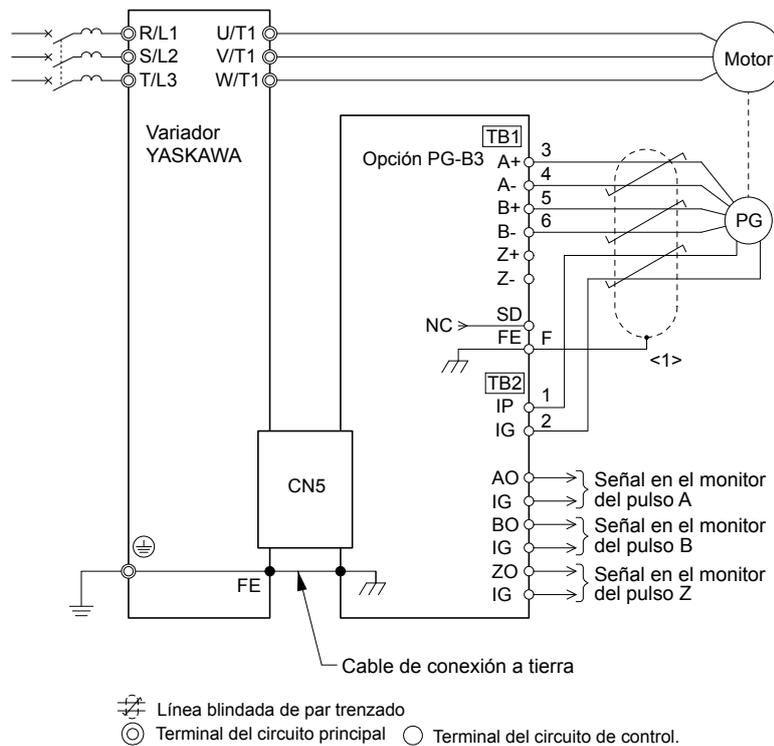
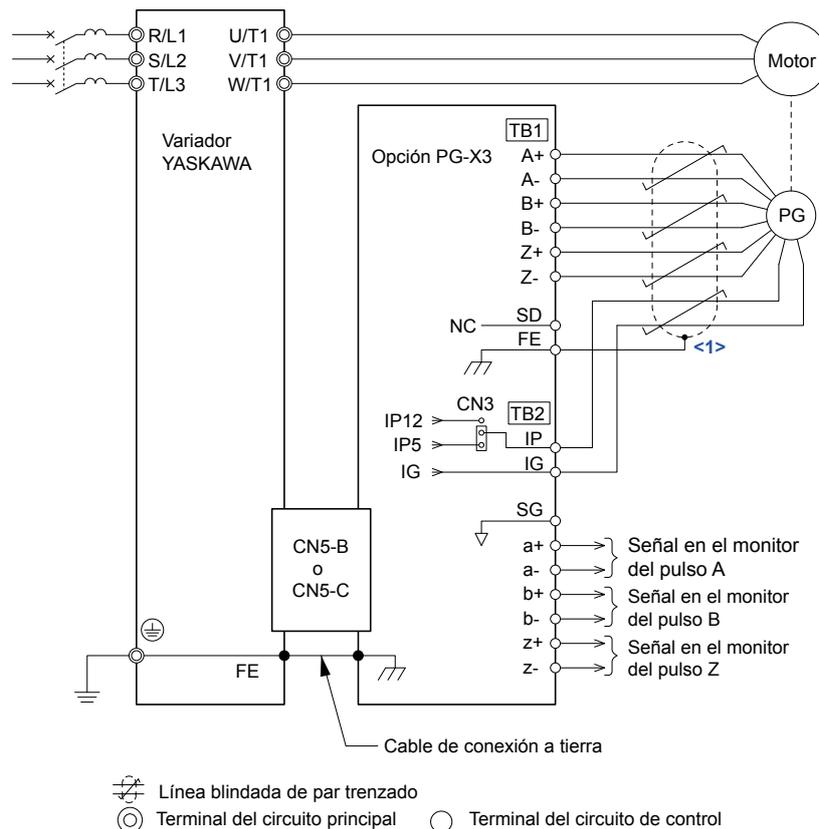

Figura 8.8 Opción PG-B3 y diagrama de conexión del codificador
Figura 8.12 Diagrama de la opción PG-X3 y la conexión del codificador
5. Cablee el encoder PG del motor hasta el bloque de terminales de la opción. Consulte las instrucciones de cableado en la **Figura 8.8** y la **Figura 8.12**.